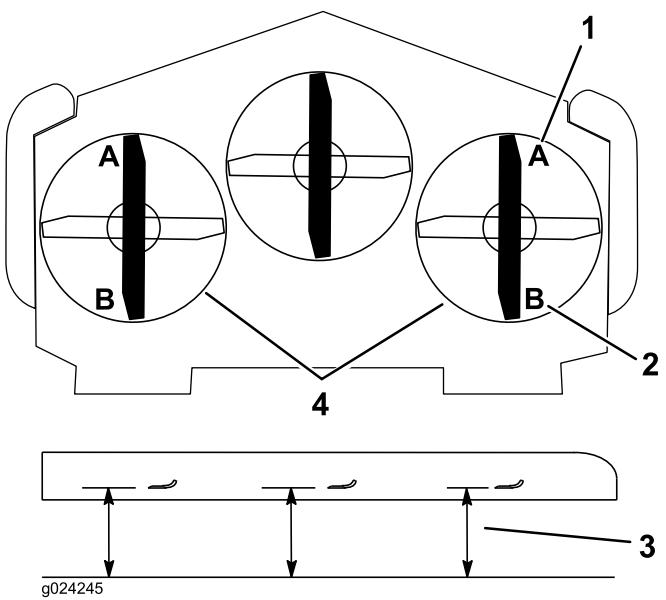

Bild 85
8. Messen Sie an beiden Seiten des Mähwerks den Abstand von der ebenen Fläche bis zur vorderen Messerspitze (Stellung A), wie in Bild 85 abgebildet.
- Messen Sie an beiden Seiten des Mähwerks den Abstand von der ebenen Fläche bis zur hinteren Messerspitze (Stellung B), wie in Bild 85 abgebildet.